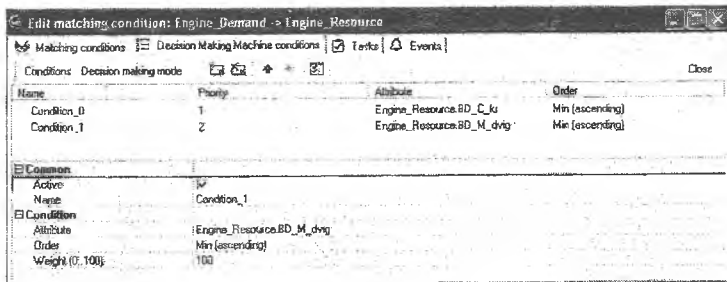

Рис. 19. Условия принятия решения в матчинге *Engine\_Demand* – *Engine\_Resource*
- Создайте условие 1 принятия решений для матчинга *Engine\_Demand* -> *Engine\_Resource*. Для этого в закладке *Decision Making Machine conditions* при помощи кнопки  создайте условие принятия решений. Укажите следующие параметры условия (рис. 19):
- Создайте условие 2 принятия решений для матчинга *Engine\_Demand* -> *Engine\_Resource*. Для этого в закладке *Decision Making Machine conditions* при помощи кнопки  создайте условие принятия решений. Укажите следующие параметры условия (рис. 19):
Условия принятия решения в матчинге для выполнения расчетов приведены на рис. 19.